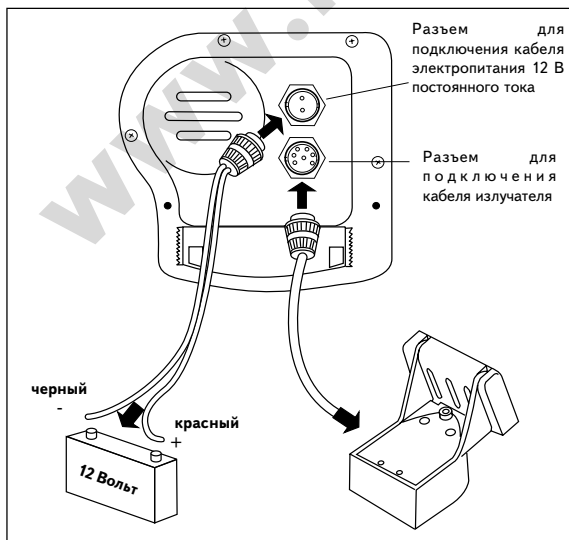

Рис.2-16
3. Очень важно соблюдать полярность, как это показано на рис.2-16. На аккумуляторе **красная жила** должна быть подключена к разъему “+”, **черная жила** кабеля - к разъему “-”. Отрицательный еще называют “земля”. (экранный блок эхолота имеет встроенную защиту на случай ошибочного подключения неверной полярности).